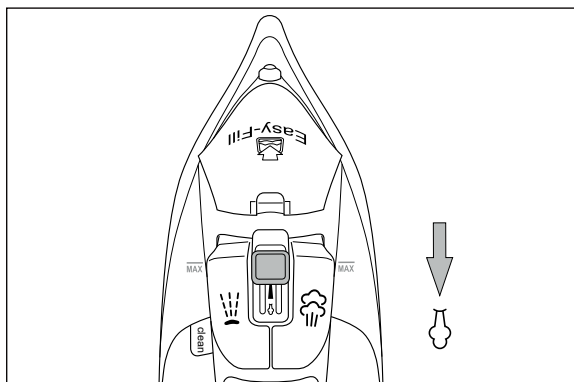

Fig. 1
- 3) Faites glisser le régulateur de vapeur 3 jusqu'en bas sur la position  (plus de vapeur) (voir fig. 1).